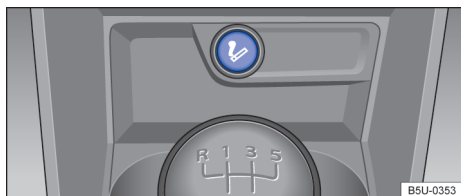

Fig. 97 No console central dianteiro: acendedor de cigarro.
- Com a ignição ligada, pressionar o acendedor de cigarro → Fig. 97.